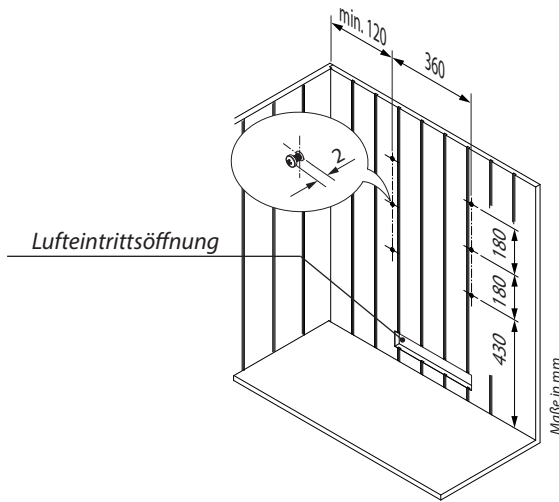

Abb. 3
- Die beigefügten Spanplattenschrauben gemäß Abb. 3 mittig über der Lufteintrittsöffnung an der Kabinenwand befestigen. Hierbei muß zum Einhängen des Saunaheizers ein Abstand von ca. 2 mm zwischen Schraubenkopf und Kabinenwand vorhanden sein.